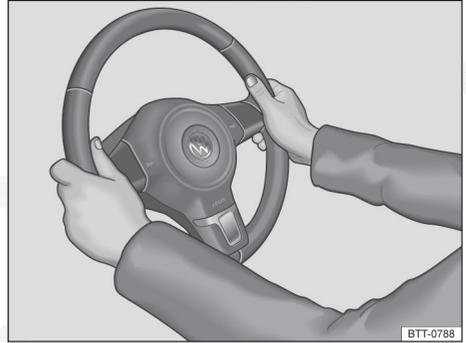

Fig. 51 No volante: posição 9 e 3 horas.
- Ajustar o volante de forma que possa ser segurado lateralmente com ambas as mãos e braços ligeiramente arqueados na borda externa (posição das 9h e 3h) ⇒ Fig. 51.
- Segurar o volante sempre com ambas as mãos lateralmente na borda externa (posição das 9h e 3h) ⇒ Fig. 51 durante a condução, para reduzir ferimentos causados por um acionamento do airbag frontal do condutor.